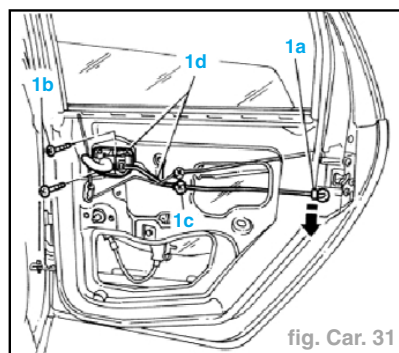

fig. Car. 31
- Décrocher le tirant de sa glissière de fixation (1c) et détacher le dispositif avec la poignée (1d) de la porte AR (fig. Car. 31).